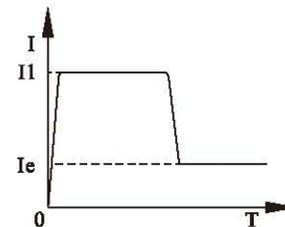

图10
b)、图10为限电流起动模式的电机电流变化波形。其中I1为设定的起动限流量，当电机起动时，输出电压迅速增加，直到电机电流达到设定的限流值I1，并保持电机电流不大于该值，然后随着输出电压的逐渐升高，电机逐渐加速，当电机达到额定转速时旁路接触器吸合，输出电流迅速下降至电机额定电流Ie或以下，起动过程完成。